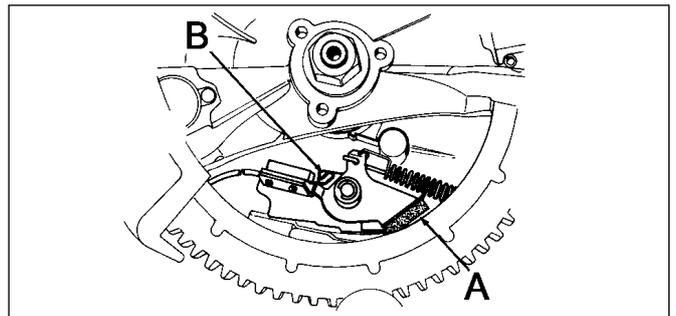

Abb. 1
- **ABSCHALTEN DES MOTORS** (Abb. 1). In Haltestellung wird der Bremskontakt zwischen dem Bremsklotz (A) und der Schwungradinnenseite hergestellt. Gleichzeitig wird die Zündung durch Schließen des Massekontakts (B) abgeschaltet.